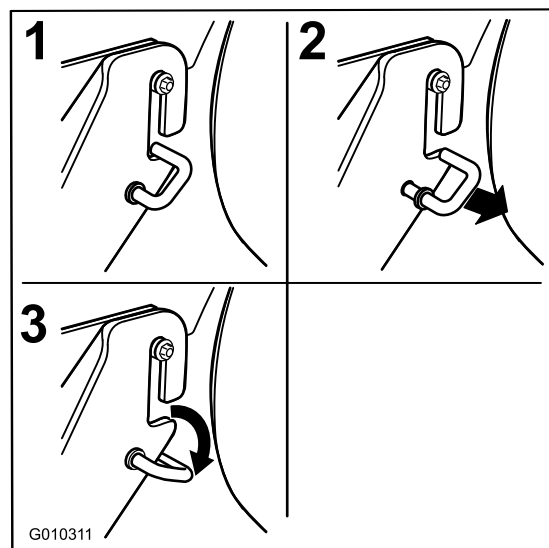

Bild 68
1. Bewegen Sie an beiden Seiten des Mähwerks die gefederten J-Haken aus dem Schlitz in den hinteren Hängeprofilhalterungen (Bild 68).
6. Befestigen Sie die vordere Stütze am Mähwerk an den vorderen Mähwerkhängeprofilen und befestigen sie mit einer Scheibe und einem Splint (Bild 68).